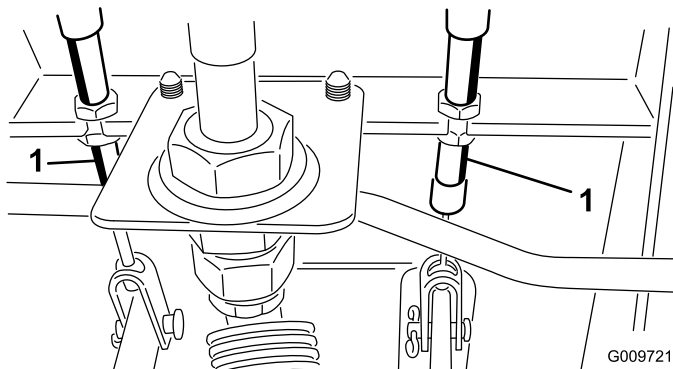

Figura 52
- A. Afloje la tuerca delantera del extremo roscado del cable de freno (Figura 52).